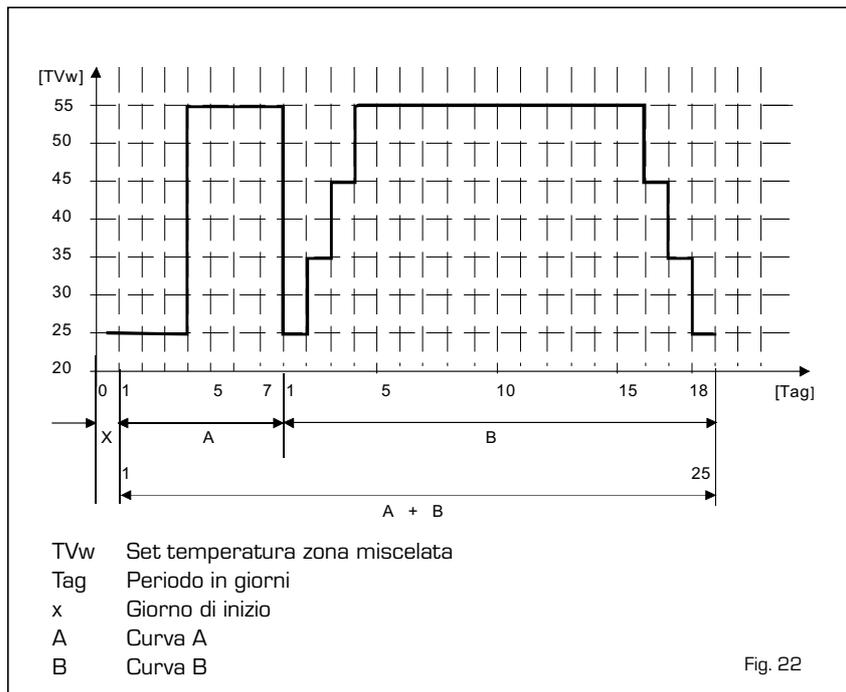

Fig. 22
4.5.2 Funzione asciugatura massetto (fig. 22)
Il grafico di fig. 22 riporta l'andamento delle curve.